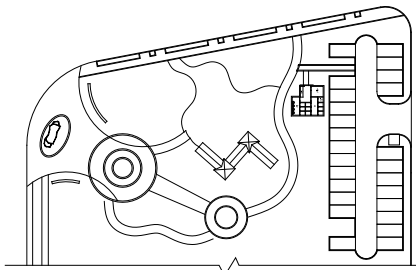

图3-67 偏移园路轮廓线
- 03 调用O（偏移）命令，设置偏移距离为2000，偏移园路轮廓线如图3-67所示。